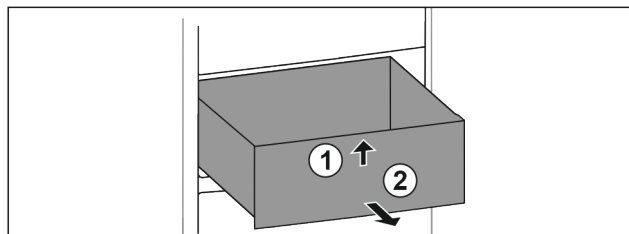

Fig. 131
- Nadzvedněte zásuvku vpředu. Fig. 131 (1)
- Vyměňte zásuvku dopředu. Fig. 131 (2)